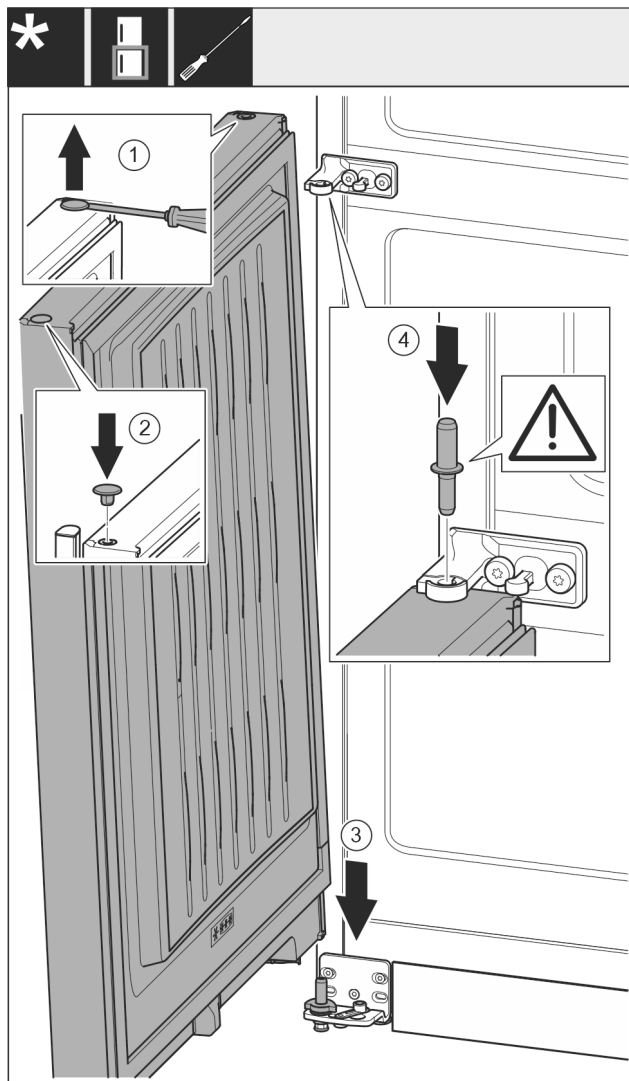

Fig. 19
- ▶ Zatyczkę ostrożnie podważyć przy pomocy śrubokręta i wyjąć. Fig. 19 (1)
- ▶ Zatyczkę założyć ponownie z drugiej strony drzwi. Fig. 19 (2)
- ▶ Założyć drzwi od góry na dolny sworzeń zawiasu. Fig. 19 (3)
- ▶ Przełożyć środkowy sworzeń zawiasu przez środkową płytkę zawiasu, wkładając go w dolne drzwi. Przy tym zwrócić uwagę, by krzywka zatraskowa wskazywała do tyłu. Fig. 19 (4)